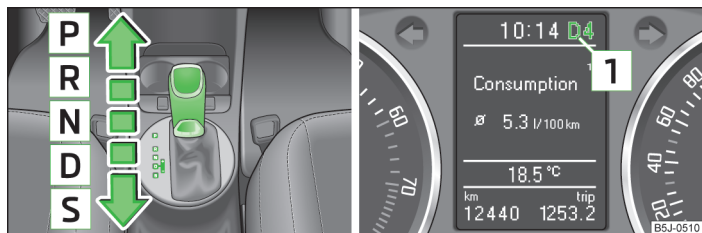

Fig. 89 Levier sélecteur / Visuel MAXI DOT : positions du levier sélecteur
**1** » fig. 89.
Le levier sélecteur permet d'enclencher les modes suivants » fig. 89.
Le rapport actuellement enclenché s'affiche sur le visuel du combiné d'instruments » fig. 89 à la page 104.